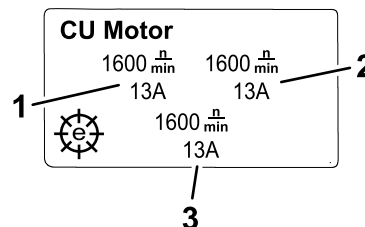

Figure 22
- **Écran d'information moteur UC** (Figure 22) : indique la vitesse et le courant du moteur de chaque unité de coupe.